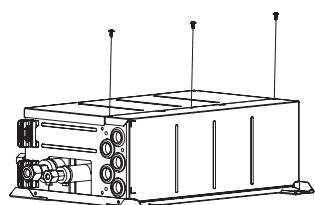

Fig. 4-5
4.1. De richting van de pijpleidingen kan worden gewijzigd. (Fig. 4-4). [Werkprocedures] (Fig. 4-5)